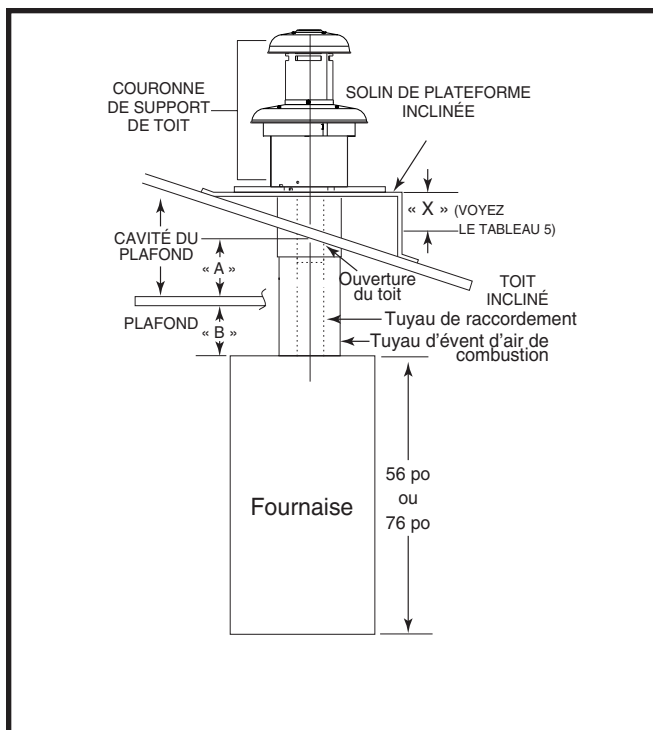

Figure 17. Profondeur de la cavité du plafond
1. Déterminez la profondeur de la cavité dans le plafond du centre de l'ouverture du toit au centre de l'ouverture du plafond tel qu'indiqué comme « Dimension A » dans la Figure 17 (page 11).
2. Déterminez la hauteur du plafond et soustrayez la hauteur de la fournaise indiquée comme « Dimension B » dans la Figure 17.